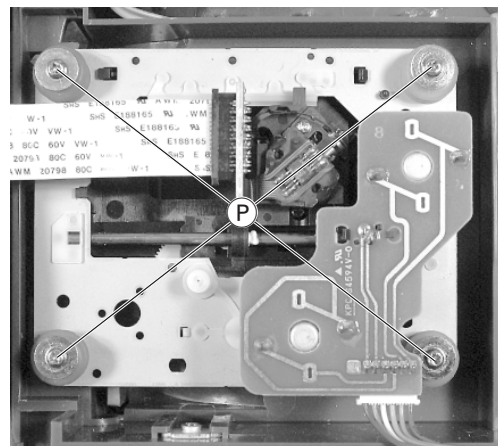

Fig. 8
- 4 Schrauben P herausdrehen (Fig. 8) und CD-Laufwerk herausnehmen, dabei Steckverbinder nach Bedarf öffnen.
- Undo 4 screws P (Fig. 8) and take the CD drive mechanism out; unplug the connector if necessary.